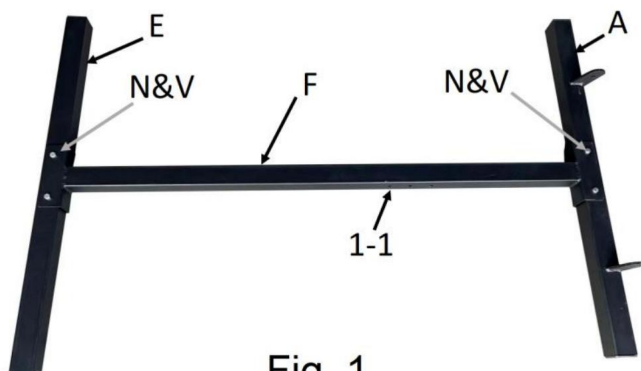

Fig. 1
1. Assemblare la gamba di base (E) e il telaio di base (A) alla colonna di collegamento (F). Inserire l'estremità della colonna di collegamento (F) nel telaio di base e nella gamba di base (E) e allineare i fori dei bulloni. I fori di regolazione dell'altezza (Fig.1 1-1) saranno sull'interno. Fissare ogni parte con un bullone del telaio (N) e un controdado (V).